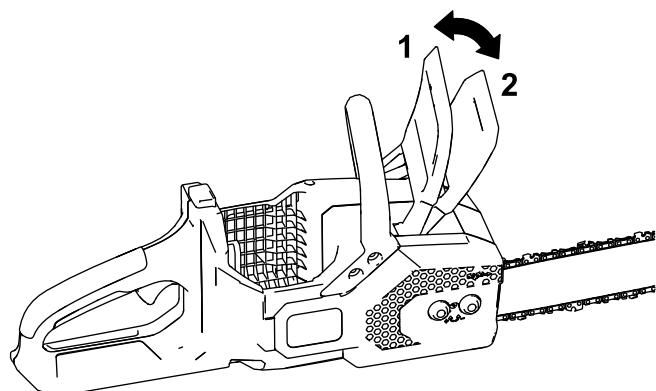

Figura 28
2. Ponga el freno de la cadena moviendo el freno de la cadena hacia adelante a la posición de PARADA (Figura 28).
4. Quite el freno de la cadena moviendo el freno de la cadena hacia atrás, a la posición de MARCHA (Figura 28).
4. Asegúrese de que el freno de la cadena esté en la posición de MARCHA (Figura 28).